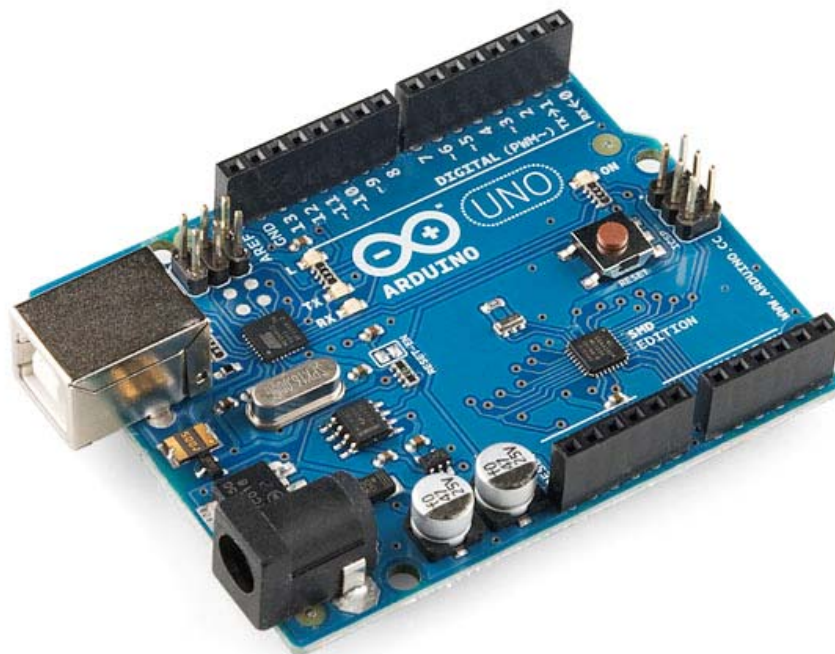

Figura 3. Microcontrolador Arduino Uno adquirido para instrumentación de sensores.
- Adicionalmente, en el Proyecto se han adquirido, como estaba previsto, material electrónico para adquisición de señal: sensores, microcontroladores, etc (Figura 3).